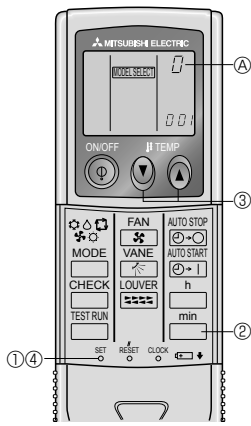

Fig. 6-8
5) Καθορισμός ενός τηλεχειριστήριου για κάθε μονάδα (Fig. 6-8)